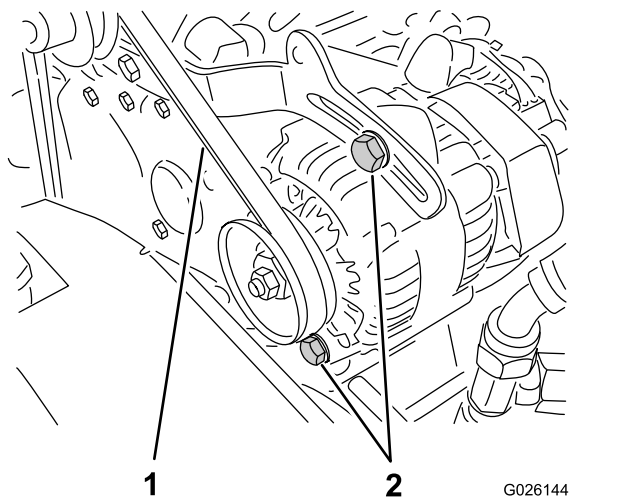

Figura 60
2. Compruebe la tensión presionando la correa en el punto intermedio entre las poleas del cigüeñal y del alternador con una fuerza de 10 kg (Figura 60).
- A. Afloje los 2 pernos de montaje del alternador (Figura 60).
luego apriete los pernos de montaje (Figura 60).